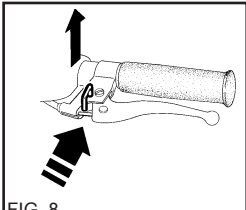

FIG. 8
- Sbloccare il freno di stazionamento (fig. 8)